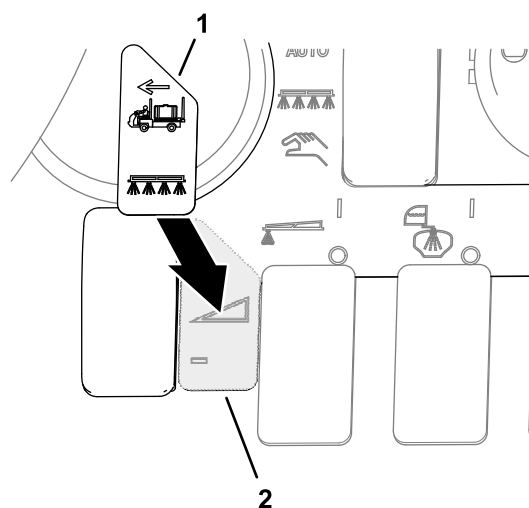

Figura 86
4. Aplique la calcomanía de transporte sobre la calcomanía del salpicadero, como se muestra en la Figura 86.